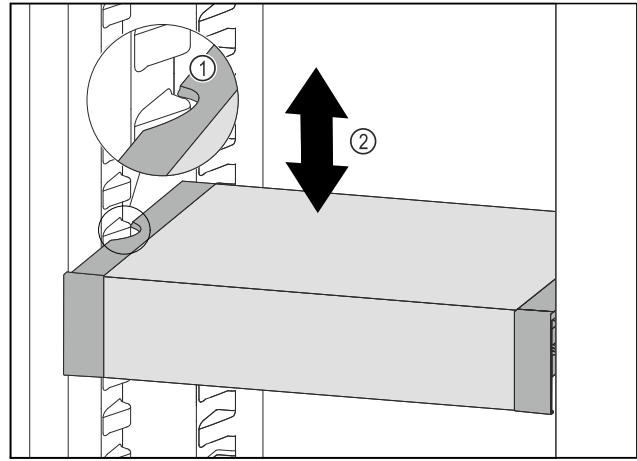

Fig. 35
- ▶ Tirer le VarioSafe vers l'avant jusqu'à ce que les encoches latérales du VarioSafe soient à la hauteur de la nervure du bac dans la partie réfrigérateur. Fig. 35 (1)
- ▶ Déplacer le VarioSafe vers le haut ou vers le bas dans la partie réfrigérateur jusqu'à ce que la hauteur souhaitée soit atteinte. Fig. 35 (2)